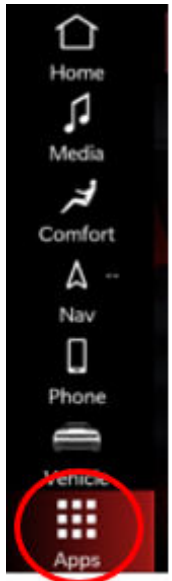

Fig. 11
24. Open Apps/Categories Fig. 11.